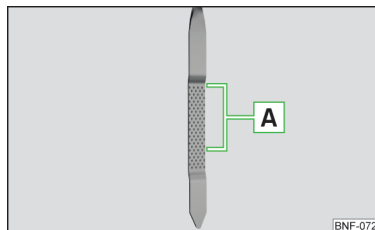

Fig. 141
Oliestanden kan ligge i området **A** » Fig. 141. Hvis oliestanden ligger under området **A**, skal du påfylde olie.
- Oliestanden må aldrig være uden for området **A** » Fig. 141 – risiko for beskadigelse af motoren og udstødningssystemet.